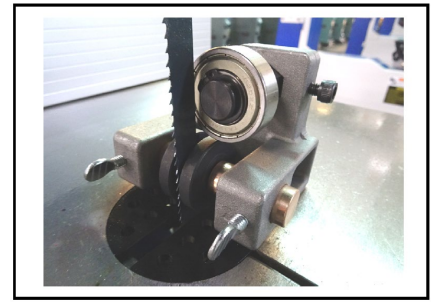
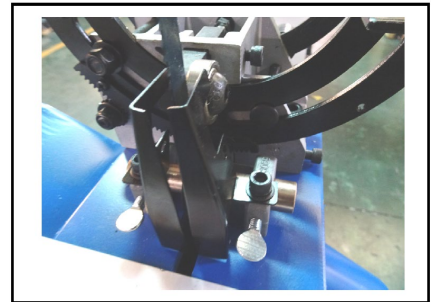

Figura 12
Figura 13
1. Regolare il cuscinetto della guida della lama superiore e inferiore a circa 0,5 mm della lama. Assicurarsi che il cuscinetto e la parte posteriore del nastro della sega siano a circa 0,5 mm. (vedere figura 12 e figura 13)